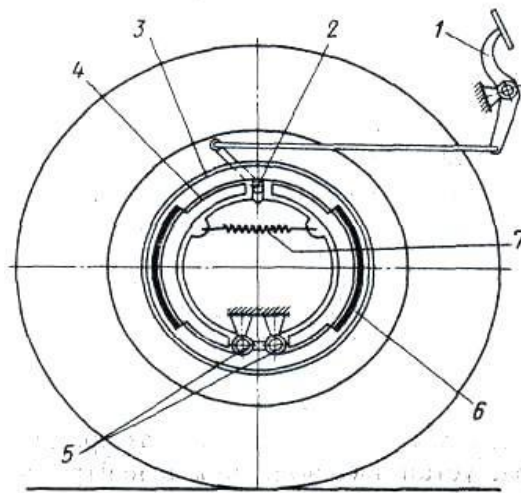

Рис. 1. Схема колісного гальмового механізму
*Колісний барабанний гальмівний механізм* представляє пару гальмівних колодок 4 (рис. 1), змонтованих всередині гальмівного барабана 3, який обертається разом із маточиною колеса. Колодки встановлені на нерухомому гальмовому диску, опираються на пальці 5 і стягнуті пружиною 7.